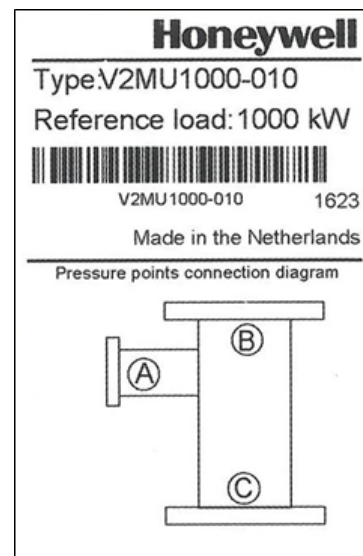

Fig. 1. Connessioni punto di prelievo pressione sull'etichetta..
- 8. Creare i collegamenti dei tubi tra l'unità di miscelazione e la valvola gas della Serie SV2. Collegare "A" ad "A", "B" a "B" e "C" a "C". Vedere la Fig. 1.